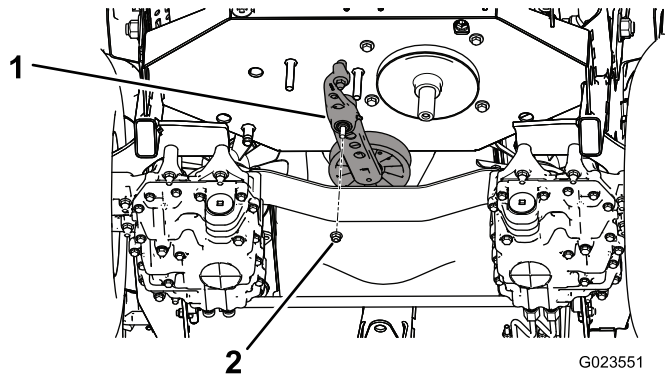

Figura 58
- Retire la tuerca que sujeta el conjunto tensor al bastidor (Figura 58).